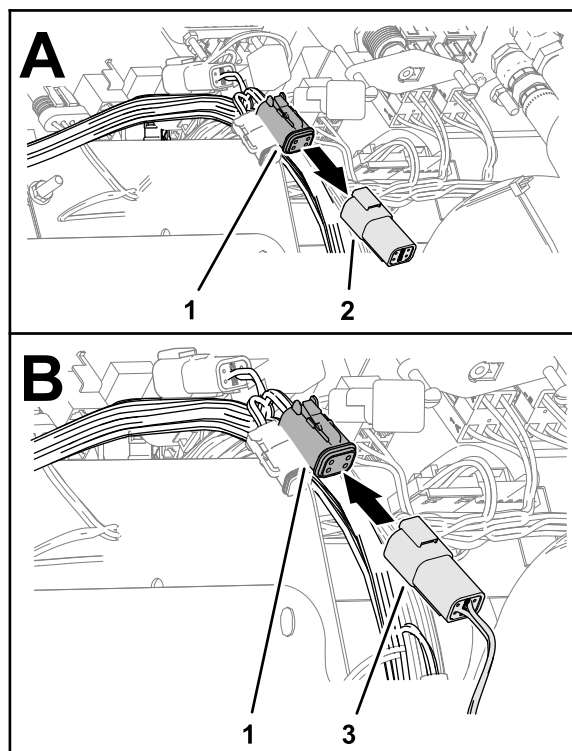

Рисунок 168
2. Выньте оконечное устройство шины ISO из 4-гнездового разъема жгута проводов GeoLink с маркировкой CAN 1 ISOBUS TERMINATOR (Оконечное устройство шины CAN 1 ISOBUS) (Рисунок 168).
3. Вставьте разъем To ISOBUS (К шине ISOBUS) жгута проводов шины ISO-CAN в разъем CAN 1 ISOBUS TERMINATOR (Оконечное устройство шины CAN 1 ISOBUS) жгута проводов GeoLink (Рисунок 168).